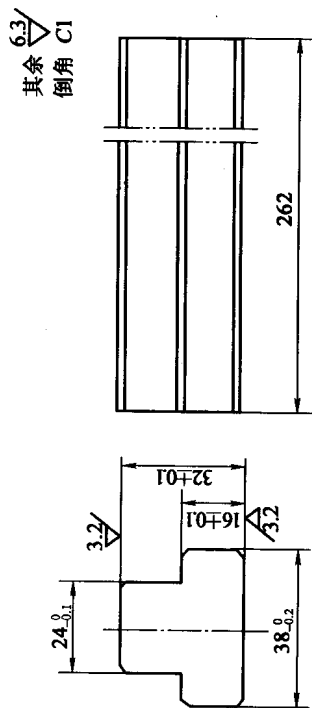

图 2-1-1
1. 将图 2-1-1 所示的台阶键切成长度为 50 mm 的五个短 T 形键，在 _____ 铣床上用 _____ 装夹进行铣削较为方便；切断时应选择 _____ × _____ 的锯片铣刀（见附表）并采用 _____（a. 机动，b. 手动）方式进给。